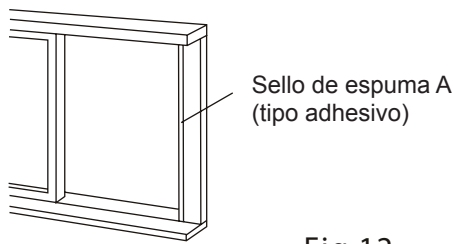

Fig.12
1. Corte el sello de espuma (tipo adhesivo) a la longitud adecuada y colóquelo en el marco de la ventana, Fig.12.